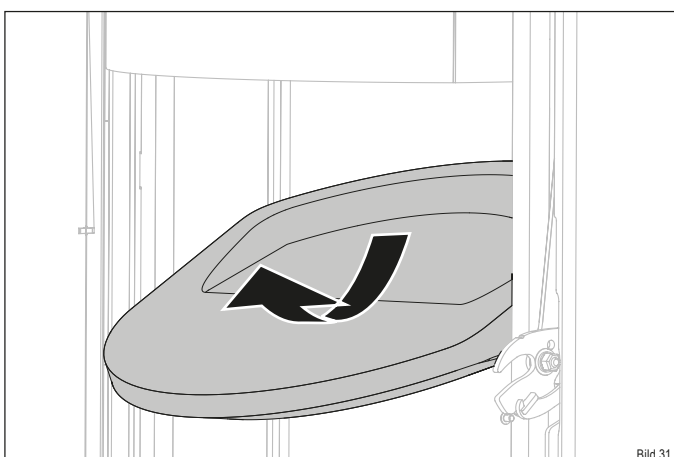

Bild 31
- ▶ Nehmen Sie den Thermostein vorsichtig, wie abgebildet, aus der Halterung (Bild 31).